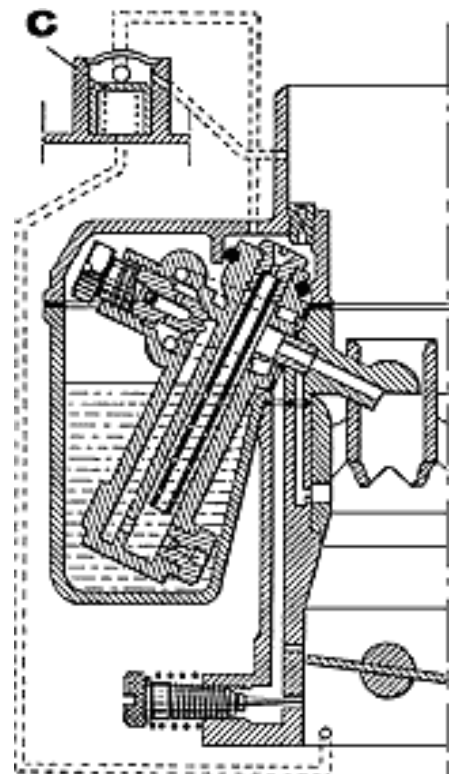

Fig. 23
Ce dispositif (fig. 23), constitué par un clapet d'air à piston (C) faisant partie intégrante du dessus de cuve du carburateur permet de marcher avec un dosage de richesse réduite lorsque le papillon des gaz n'est que partiellement ouvert et avec un dosage de richesse normale, nécessaire au fonctionnement correct du moteur aux puissances maxima lorsque le papillon est ouvert en grand.